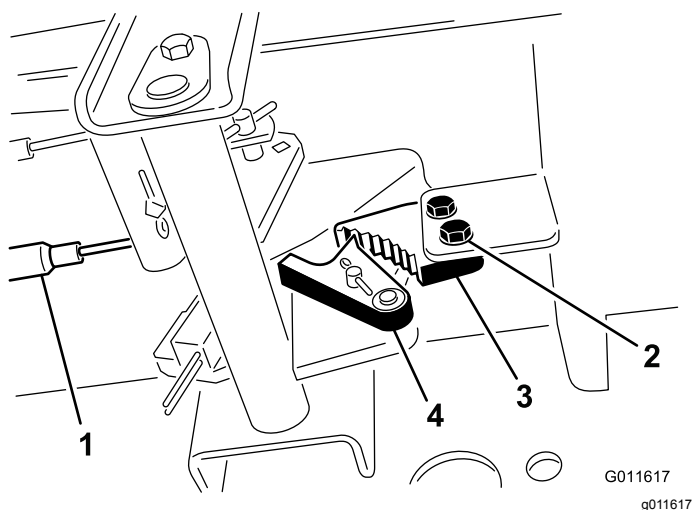

Figure 99
1. Desserrez les 2 vis qui fixent le cliquet du frein de stationnement au cadre (Figure 99).
2. Appuyez sur l'avant de la pédale du frein de stationnement jusqu'à ce que le verrou s'engage complètement sur le cliquet du frein (Figure 99).